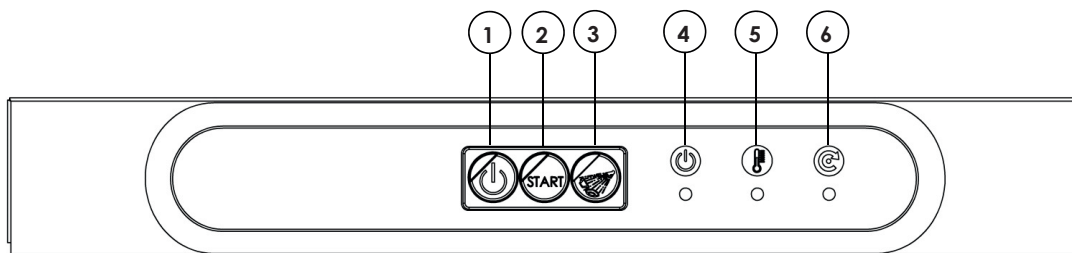
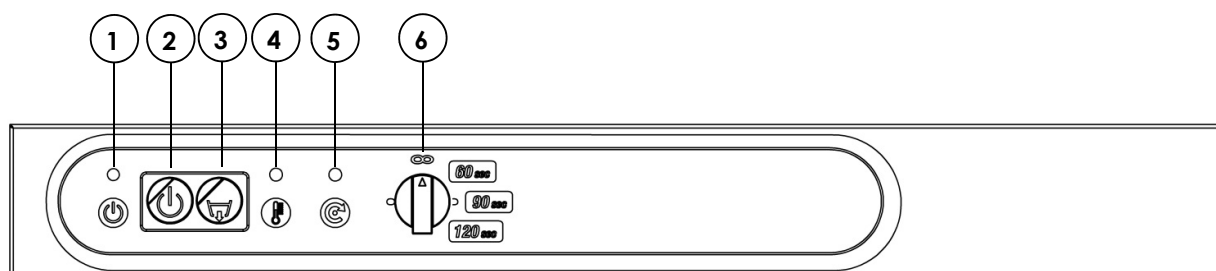

Fig. 14a
Fig. 14c
Les figures 14a, 14b, 14c et 14d représentent les tableaux de commande du lave-vaisselle et les références des commandes sur la base du modèle de lave-vaisselle et de la présence ou non de la pompe de vidange.
Lave-vaisselle à chargement frontal (réf. fig.14a ou 14b)	Lave-vaisselle à capot (réf. fig. 14c).
6. Lavage	Ouvrir la porte, introduire le panier avec la vaisselle (en s'assurant que la disposition des couverts correspond à ce qui est décrit au paragr. 3.4 – DEUXIÈME PARTIE), fermer la porte et appuyer sur la TOUCHE DÉPART CYCLE (2) pour démarrer la phase de lavage : le VOYANT CYCLE ACTIVÉ (6) s'allume. Le cycle est terminé lorsque le VOYANT CYCLE ACTIVÉ (6) s'éteint	Lever le capot, introduire le panier avec la vaisselle (en s'assurant que la disposition des couverts correspond à ce qui est décrit au paragr. 3.4 – DEUXIÈME PARTIE), ou baisser le capot et appuyer sur la poignée de fermeture du capot vers le bas : le VOYANT CYCLE ACTIVÉ (5) s'allume. Le cycle de lavage/rinçage démarre automatiquement. Le cycle est terminé lorsque le VOYANT CYCLE ACTIVÉ (5) s'éteint
7. Rinçage supplémentaire	Si le lave-vaisselle est prédisposé pour l'activation manuelle du rinçage (fig. 14a) et si on désire effectuer un rinçage supplémentaire, appuyer sur la TOUCHE RINÇAGE MANUEL (3) : un rinçage supplémentaire de 5sec sera effectué.
1. éteindre le lave-vaisselle avec l'INTERRUPTEUR DE DÉMARRAGE (fig. 14a, 14b ou 2 fig. 14c)